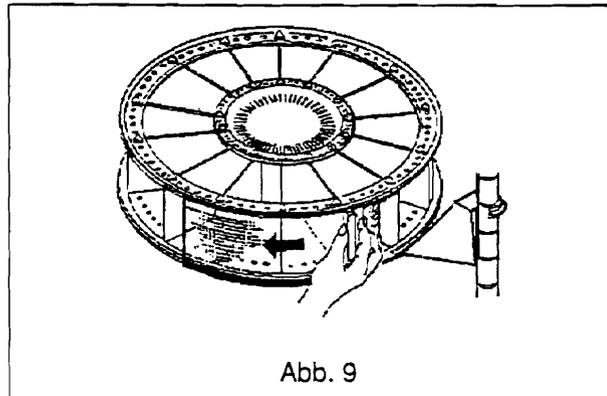

Abb. 9
- a) Schiebetür nach links schieben, bis man ein Klicken hört, siehe Abb. 9.